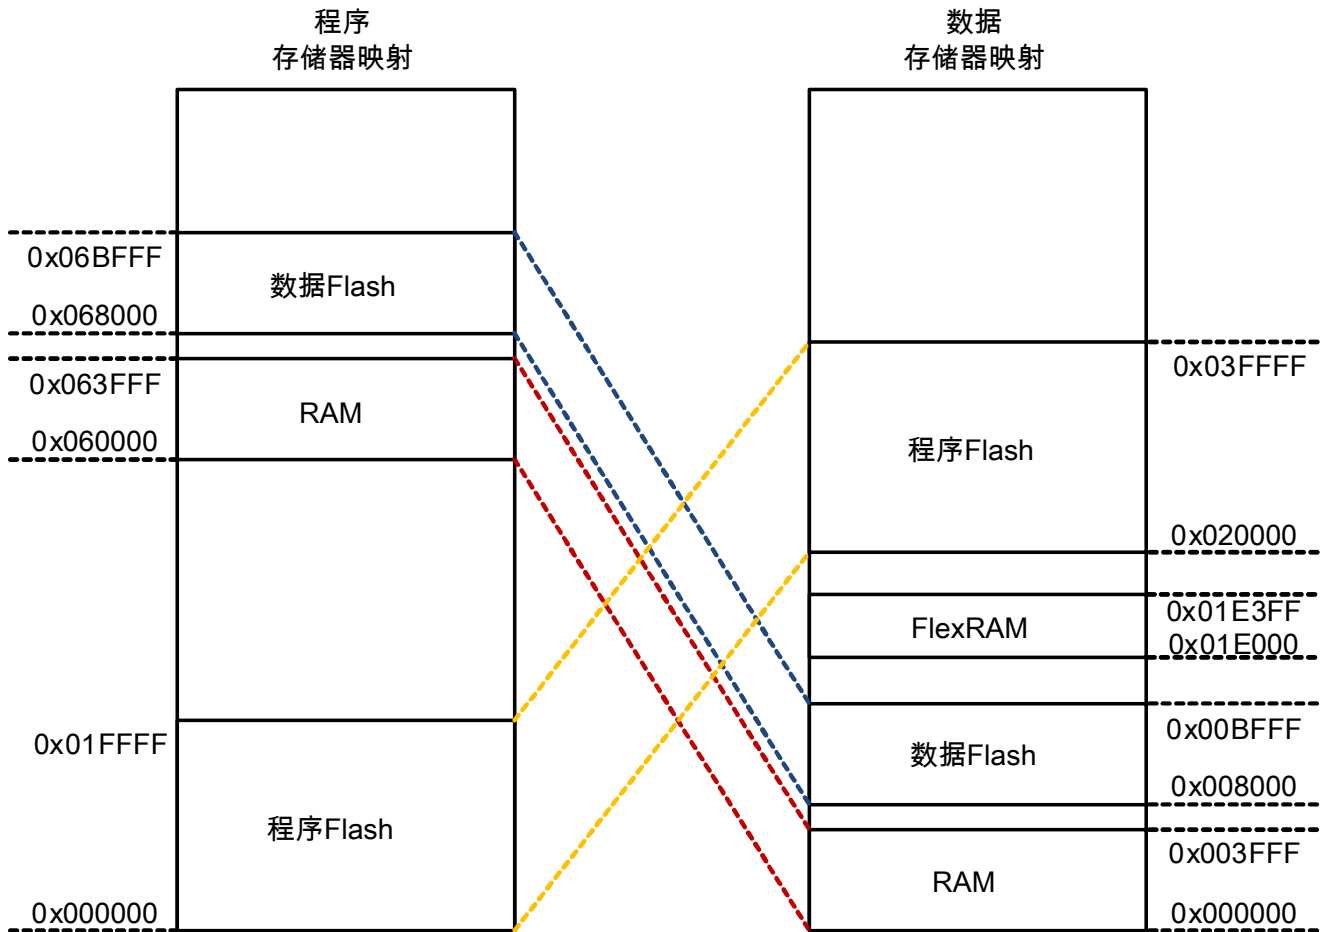

图 1. MC56F84789 DSC 中的存储器映射
详细了解MC56F84789中的存储器映射是非常有必要的。在freescale.com上提供的 *MC56F847XXRM: MC56F847xx 参考手册*第4章:“存储器映射”中可以找到这些信息。对于MC56F84789,芯片中有两块Flash存储器和两块RAM。可以通过程序存储器(program memory bus)总线 and 数据存储器总线(data memory bus)存取这两块Flash存储器和其中的一块RAM。也就是说,在这3个存储器中,每个存储器都有两组地址分别映射到程序存储器空间和数据存储器空间中。图1显示了MC56F84789的存储器映射。
- 由于它还会映射到图1中所示的数据存储器空间, 因此也可用于存储包含常量值的变量。